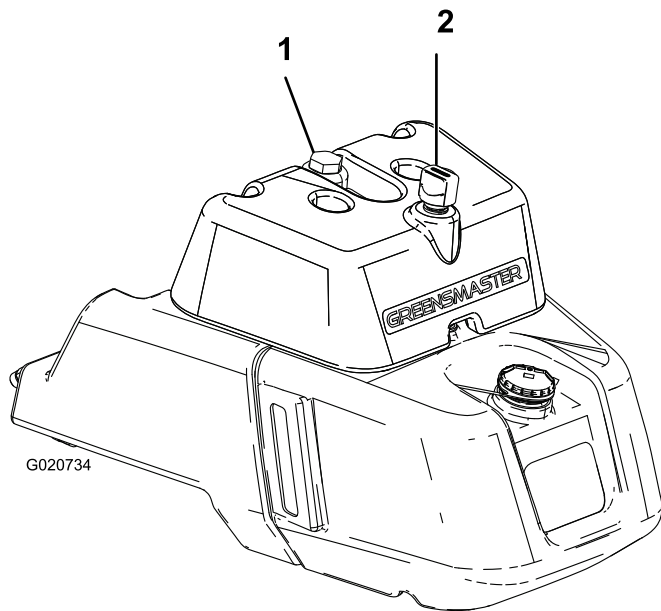

Figura 23
2. Retire el tapón del depósito (Figura 23).